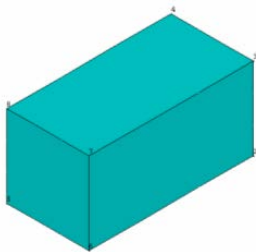

图 10-24 体生成结果显示
⑪连接关键点生成体：Main Menu > Preprocessor > Modeling > Create > Volumes > Arbitrary > Through KPs，弹出一个拾取框，在工作平面上依次拾取编号为 1~8 的关键点，单击“OK”按钮。生成的结果如图 10-24 所示。